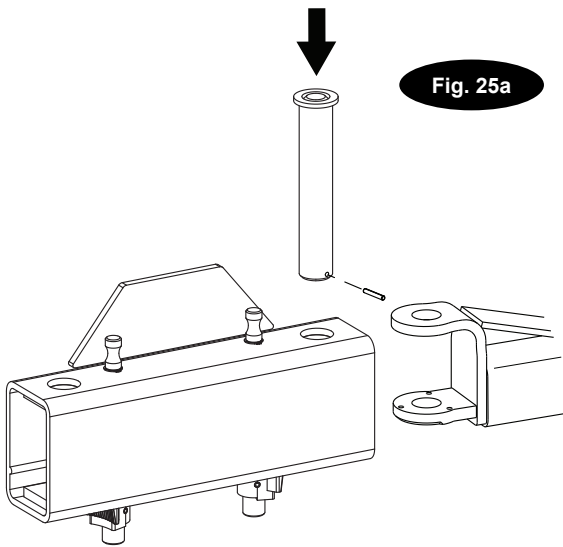

Fig. 25a
**20. Brazos y sistemas de retención:** Antes de montar los brazos, eleve los carros hasta una altura cómoda. Engrase los pasadores y los orificios de los brazos giratorios con grasa de litio. Inserte el brazo en la horquilla, como se muestra en la Fig. 25a. Monte el perno o los pernos, de 1-3/4" de diámetro y el tope del brazo, como se muestra en la Fig. 25a. Monte la clavija de resorte para asegurar el pasador del brazo en su lugar, como se muestra en la Fig. 25a.